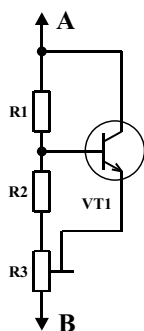

Рис. 1
около 40 Ма при комнатной температуре и 5-7 Ма при прогреве до 50°C. В последние годы, в связи с развалом производства, стали встречаться вообще ненастроенные усилители с нулевым током покоя. Типичная схема узла регулировки тока покоя выходных транзисторов отечественных УМ показана на рис. 1. В качестве подстроечного резистора R3 обычно используется потенциометр открытой конструкции, иногда склонный к очень резкой регулировке. Для исключения выжигания выходных транзисторов (типичный результат применения таких резисторов) подстроечники полезно заменить рекомендуемыми в предыдущем разделе. В качестве термодатчика часто используют транзистор VT1 типа КТ315 и т. п., размещённый на теплоотводах выходных транзисторов (следует
10. А. А. Петров, «Hi-End усилитель из доступных деталей», «Радиоаматор» №5/99, стр.6, рис.1.